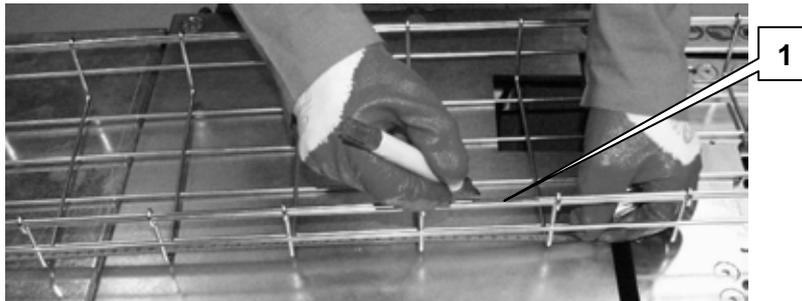

Figura 4.19 – Identificazione settore
2. definire il settore **1** (figura 4.19) che deve essere tagliato, misurare con un metro o contare il numero di settori (un settore è pari a 100 mm);